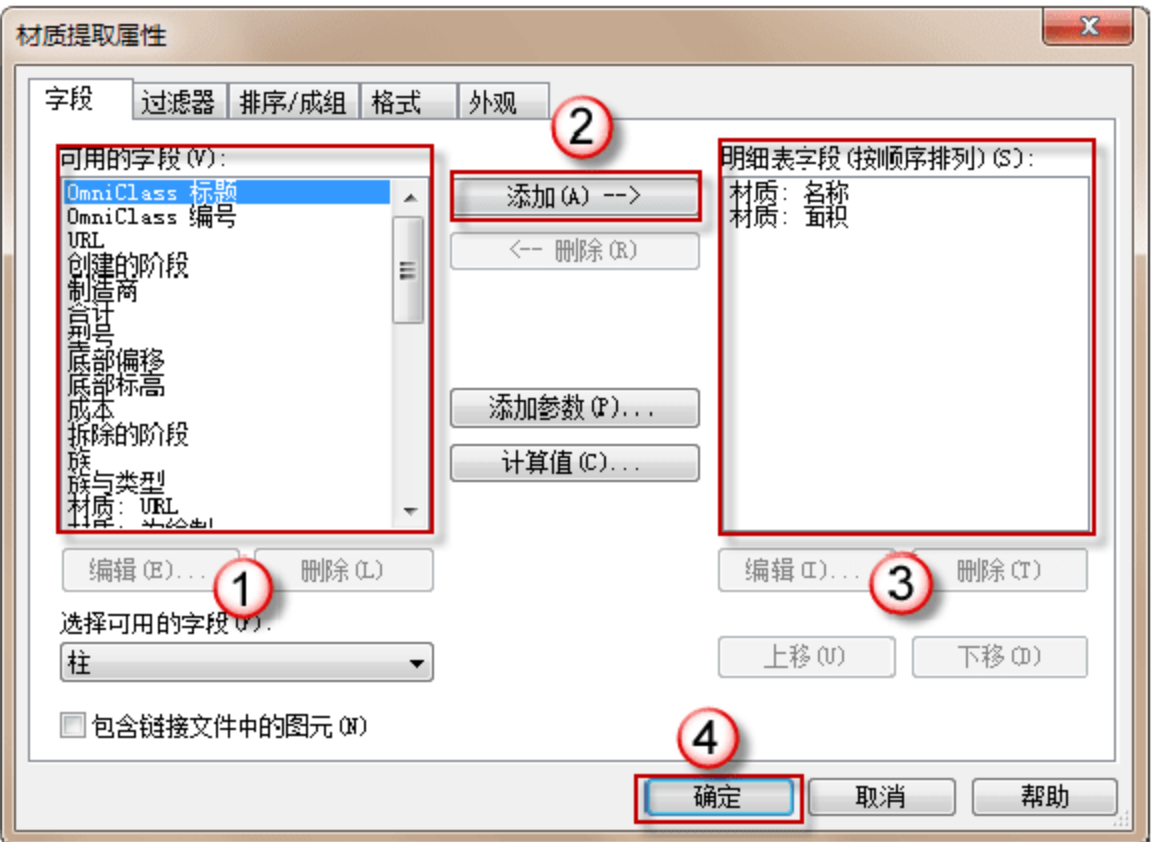

图 13.3.24 设置字段属性
(2) 设置明细表字段。依次添加“材质：名称”和“材质：面积”至明细表字段列表框中，然后单击“确定”按钮，生成“食堂-柱材质明细”明细表。注意，明细表已按设置顺序排列，如图 13.3.24 所示。